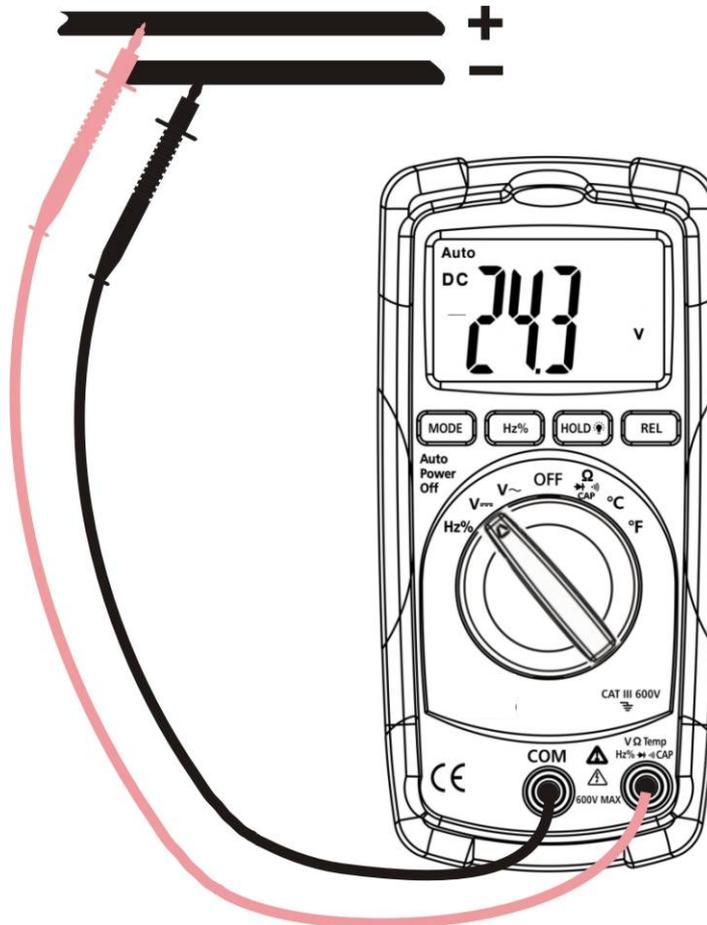

Fig. 2: Uso del Instrumento en medidas de Tensión CC
2. Inserte las puntas de prueba en los terminales, la punta roja en el terminal \overline{V} y la punta negra en el terminal COM (ver Fig. 2)
5. La visualización del símbolo "-" indica que la tensión medida está invertida respecto a las puntas de prueba como indica la Fig. 2